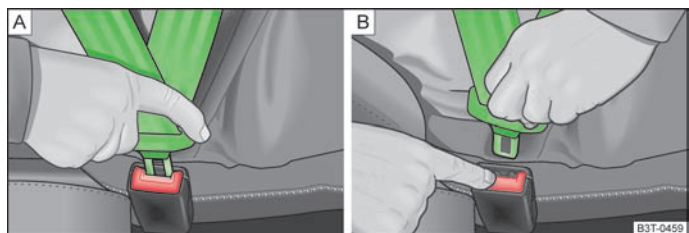

Fig. 96 Colocar / retirar o cinto de segurança
- Insira a lingueta de fecho na caixa de travamento do cinto pertencente a esse banco » [Fig. 96 - \[A\]](#), até a mesma encaixar audivelmente.
- Pressione o botão vermelho na caixa de travamento do cinto » [Fig. 96 - \[B\]](#), a lingueta de fecho salta.